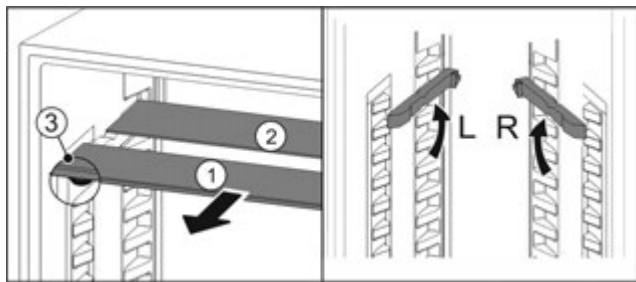

Fig. 103
- Посуньте Fig. 103 (1) скляну панель вперед.
- ▷ Скляна панель Fig. 103 (1) з декоративною планкою лежить спереду.
- ▷ Стопори Fig. 103 (3) показують вниз.